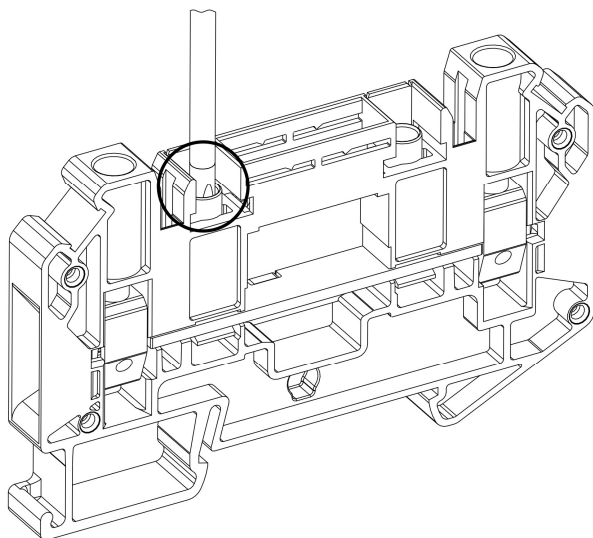
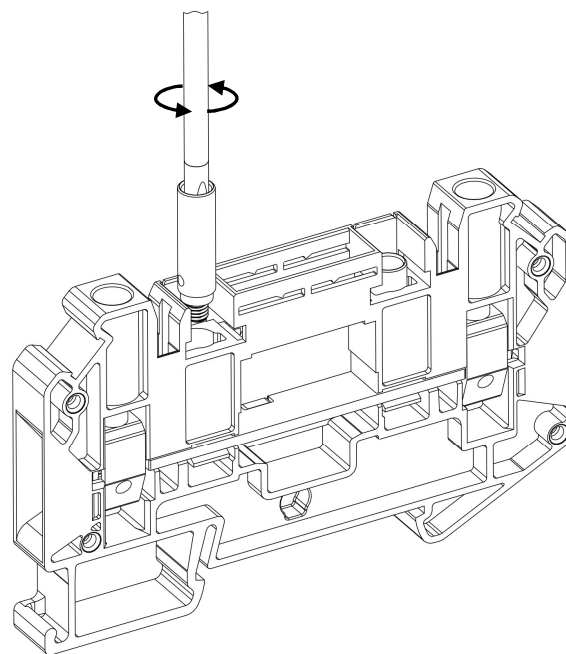

Рисунок 43 – зафиксированная измерительная втулка
Рисунок 44 – открученная измерительная втулка
- Для объединения потенциалов нескольких клемм винтовой перемычкой, в исполнении с измерительными втулками, вставьте плоскую отвертку в шлиц винта измерительной втулки и, откручивая винт против часовой стрелки, ослабьте её фиксацию и извлеките из функционального отверстия клеммы (рис. 43; рис. 44). Для клемм в исполнении без измерительных втулок, данное действие проводить не требуется.
- При необходимости открутите и извлеките из клеммы измерительные втулки (рис. 43; рис. 44);